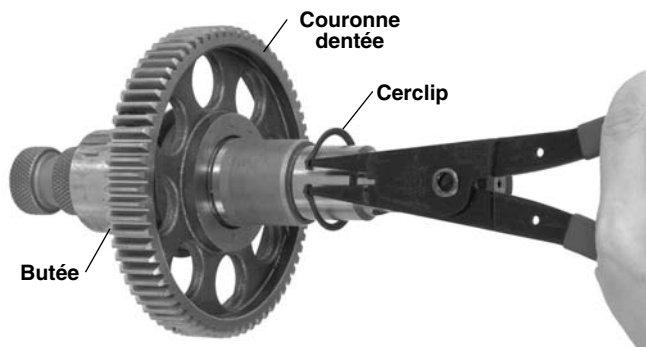

Figure 19 – Retrait du cerclip
5. Enlevez le cerclip de l'arbre d'entraînement et retirez la couronne dentée (Figure 19).